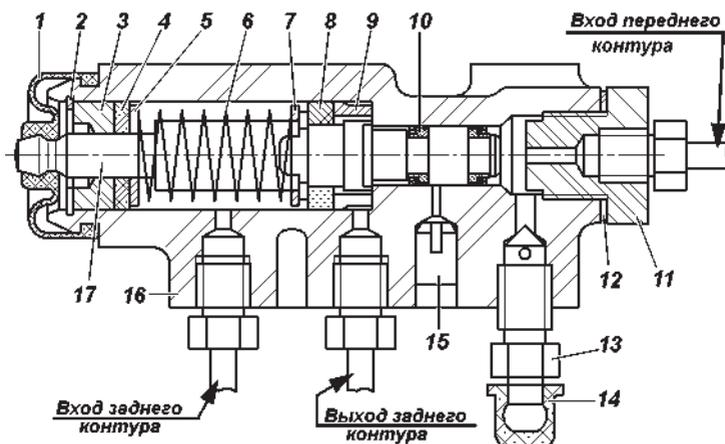

Рис. 9.25. Регулятор давления:
Регулятор давления. На автомобилях, не оснащенных антиблокировочной системой тормозов, устанавливается регулятор давления (рис. 9.25), который обеспечивает оптимальное распределение тормозных сил по осям автомобиля и не допускает блокировку задних колес раньше передних. При обслуживании проверяйте работоспособность регулятора давления. Очищайте регулятор от грязи и проверяйте надежность его крепления. Внешним осмотром убедитесь, что регулятор и детали его привода не имеют повреждений, отсутствуют подтекания тормозной жидкости и люфты в соединении стойки с упругим рычагом и кронштейном на заднем мосту.
При нажатии на педаль тормоза поршень 17 (рис. 9.25) регулятора давления должен выдвинуться из корпуса на 1,7 - 2,3 мм. Отсутствие хода поршня, а также его недостаточный или
3. Заверните болт 3 до соприкосновения его с хвостовиком поршня 17 (рис. 9.25) регулятора.